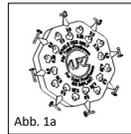
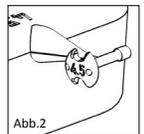

Abb. 1a
Abb. 2
■ **Abb. 1a, 1b/2** Die Sizer Disk (Abb. 1a, 1b) für Total-Prothesen besitzt acht satellitenförmig angebrachte Einzelsizer unterschiedlicher Länge (3,0-7,0 mm). Auf der Rückseite eines jeden Sizers wird die entsprechende Länge angezeigt (Abb. 2). Die Aussparungen und Bohrungen dienen der Gewichtsreduktion, sowie der besseren Übersicht während des Messvorganges im Mittelohr.